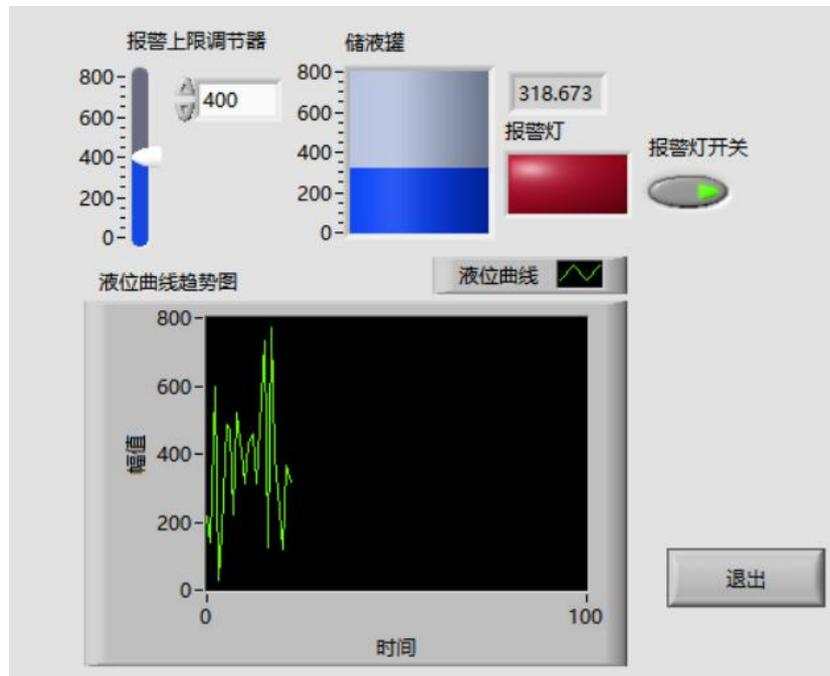

图 2-4-1 液位监测器界面图
我们经常会需要用虚拟仪器制作各种监测器，在本任务中，请大家用 LabVIEW，制作一个液位监测报警器。如下图 2-4-1 所示，可以通过滑杆调节报警上限，当液位超过报警上限，报警灯亮起，可以通过开关来关闭报警灯，可以通过曲线显示器显示其变化曲线。液位值可以由随即数发生器产生。
① 在 E 盘新建工程文件夹，文件夹以“班级+姓名”进行命名，打开 LabVIEW 新建 VI，命名为“液位监测器”，并存放工程文件夹中；
② 在前面板中，根据图 2-4-1 所示放入液罐，方形指示灯，垂直指针滑动杆，开关按钮，并分别命名为储液罐，报警灯，报警上限调节器，报警灯开关，插入停止按钮，将标签设为不可见，文本设置为退出，黑色；
③ 设置储液罐与报警上限调节器的刻度为 0~800，并在其右上侧显示具体数值；
④ 无报警时报警灯应为暗红色，当液位达到或者超过报警上限时，报警灯亮起，